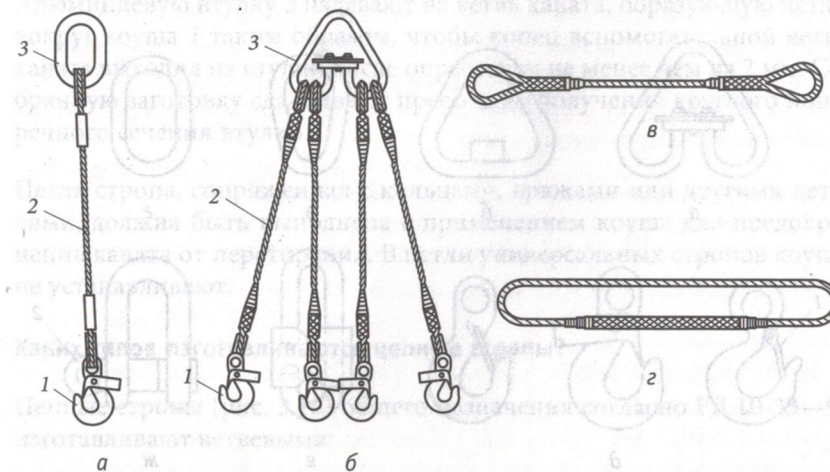

Рис. 3.7. Канатные стропы:
1. **Ветвевые** (рис. 3.7, а, б), предназначенные для зацепки грузов:
2. **Универсальные** (рис. 3.7, в, г), предназначенные для обвязки грузов:
Ветвевой строп (см. рис. 3.7, а, б) состоит из навесного звена (кольца) 3, канатных ветвей 2 и захватов (концевых звеньев) 1.